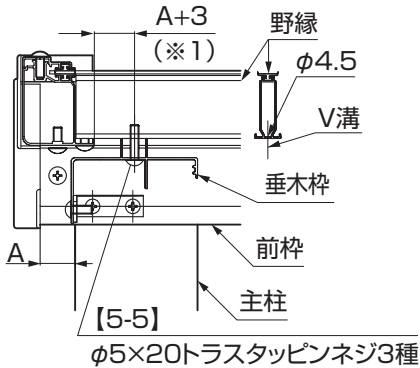
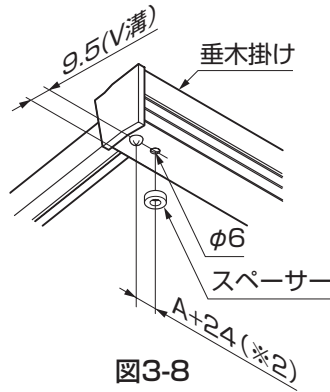

図3-7 主柱との位置関係
図3-8
- ①野縁に垂木枠取付用の下孔φ4.5を加工してください。(図3-7参照)
- ②垂木掛けに垂木枠取付用の下孔φ6を加工してください。(図3-8参照)
- ③垂木掛けの下面の②で加工した孔に合わせて、スペーサーを貼付けてください。
- 野縁と垂木掛けの下孔加工位置(※1、※2)は、主柱の位置により変動します。前枠の型材端部から主柱外面までの寸法Aを計測して、取付位置を確認してください。(図3-7、図3-8参照)